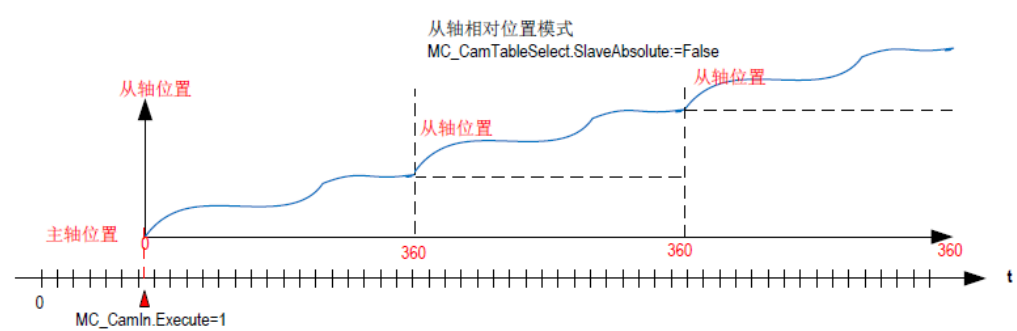

图 8-3 周期模式
(2) 周期模式 (Periodic:=1)：凸轮表周期运行完毕后，从轴又开始下一凸轮周期的运行，直到用户程序命令其退出凸轮运行状态，如图 8-3 所示：